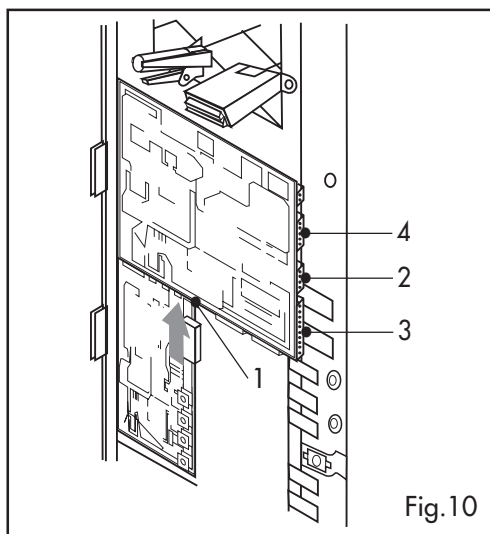

Fig.10
- aan de onderkant van de elektronische kaart treft u tien PINS aan waar de letters "BNV" ref.1 (fig. 10) op staan. De werking ervan wordt in het volgende schema beschreven:
- Sluit de platte kabel op de 10 polige stekker van de wisselaar aan ref. 12 (fig. 11) en de andere stekker op de print ref. 2 (fig. 10).
**OPMERKING:** Om de wisselaar Executive 24V aan de sluiten verbindt men de 16 polige stekker met de print CPU G40 ref. 4 (fig. 10).